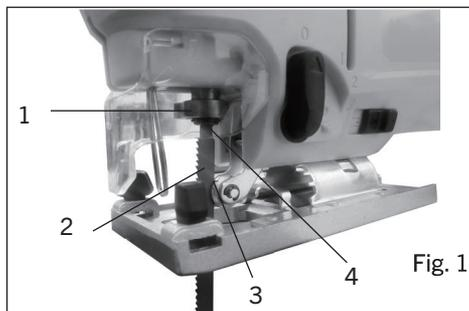

Fig. 1
1. Pour installer une lame dans la scie sauteuse, poussez vers le haut sur le levier de verrouillage de la lame (1) (Fig. 1).
2. Insérez la lame appropriée (2) le plus loin possible dans la fente de la lame (3).
**REMARQUE :** Assurez-vous que le bord arrière de la lame est emboîté dans le rouleau de guidage de la lame (4).